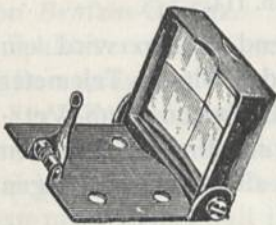

Abb. 116.
**Durchsichtssucher** sind entweder aufklappbare **Linsensucher** mit eingraviertem Fadenkreuz und aufspringendem Zieldorn (Abb. 116), oder **Rähmchensucher**, die aus einem schmalen Metallrähmchen (zuweilen mit Fadenkreuz) und einem Zieldorn oder Diopter (mit Schauloch) bestehen. Die Linsensucher geben stark verkleinerte, sehr klare und helle Bilder. Ist der Sucher der Reflexkamera allen anderen Suchern darin überlegen,